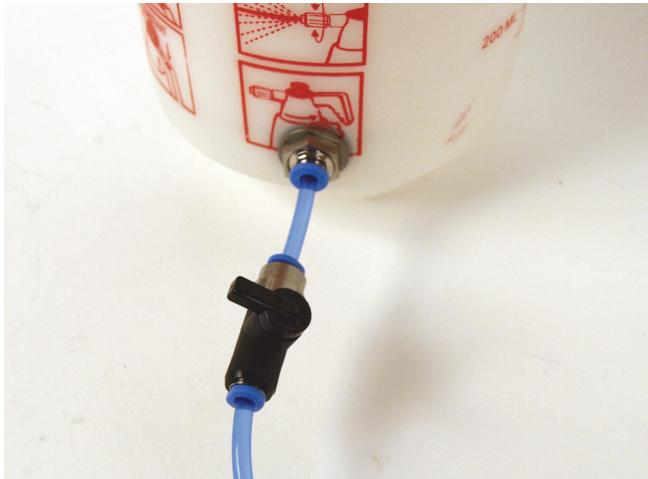

Abbildung 1-6 Geschlossenes Einfüllschlauchventil
1. Vergewissern Sie sich, dass das Ventil des Wasserschlauchs geschlossen ist (siehe Abbildung 1-6 auf Seite 30).